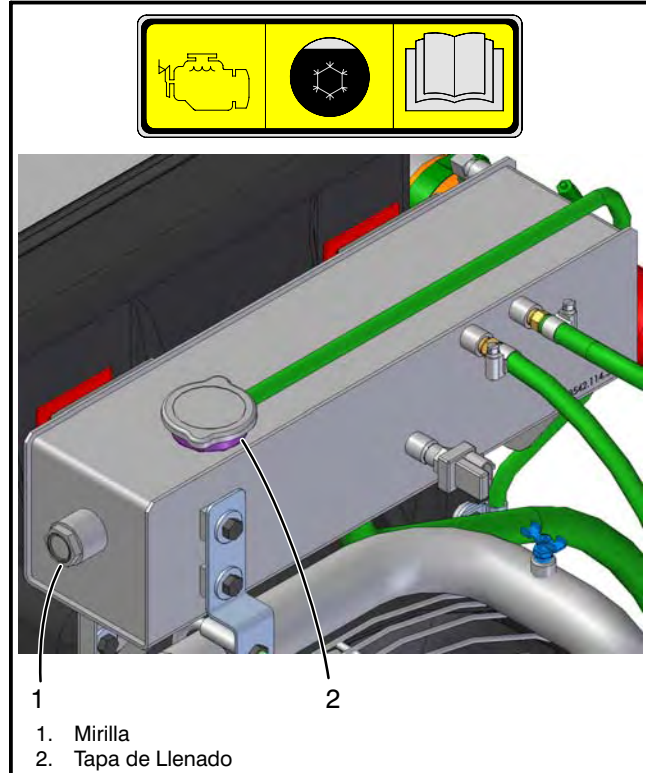

Figura 2-5
2. Compruebe que el nivel del refrigerante en el estanque de compensación está visible dentro de la mirilla de medición en el costado del estanque. Refiérase a la Figura 2-5.
3. Abra la válvula de ventilación en la parte superior del tubo del radiador. Refiérase a la Figura 2-5. Drene el